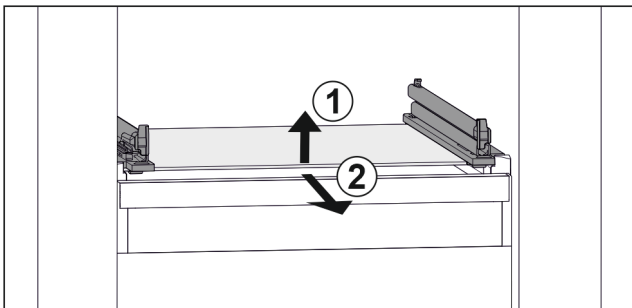

Fig. 160 Примерно изображение на стъклената плоча
- ▶ Повдигнете стъклената плоча отпред. Fig. 160 (1)
- ▶ Извадете стъклената плоча напред. Fig. 160 (2)